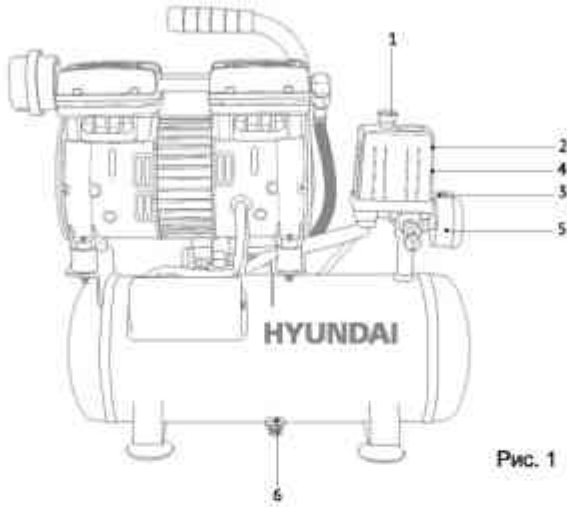

Рис. 1
- Давление в ресивере можно проверить по показаниям манометра (Рис. 1,2, 3 позиция 5).